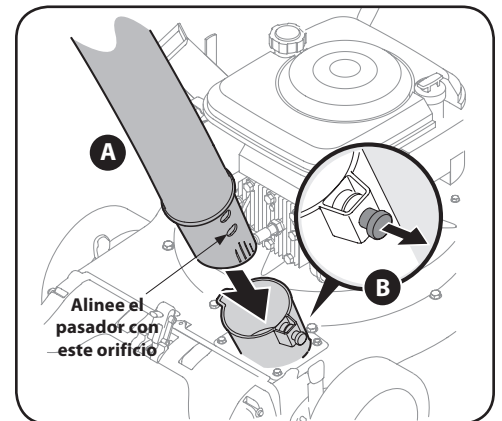

Figura 3-4
1. Deslice el adaptador para manguera del montaje de la misma hacia el interior del adaptador base ubicado a la izquierda y al frente de la aspiradora para patios. Vea A en la Figura 3-4.
2. Tire del perno con resorte del lado exterior de la base, y ponga el perno en línea con el primer agujero (el más cercano al extremo del tubo) del adaptador para manguera. Vea la Figura 3-4.